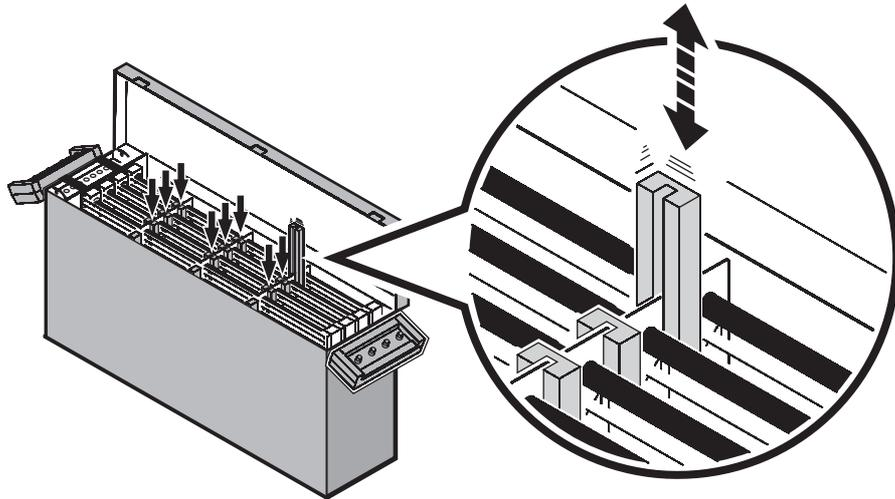

**Bild 2: Lage der Module im Flightcase**
1. Schieben Sie die Module mit den LED-Röhren nach vorne zeigend in das Flightcase, siehe Bild 2, und